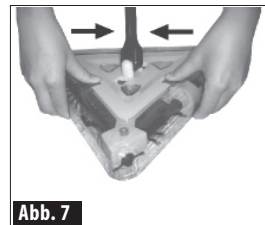

Abb. 7
- Entriegeln Sie den „Getönten Außenkörperrahmen“, indem Sie die zwei „Verschlussclips des Außenkörperrahmens“ nach innen zur Stange hin schieben (siehe Abb. 7).